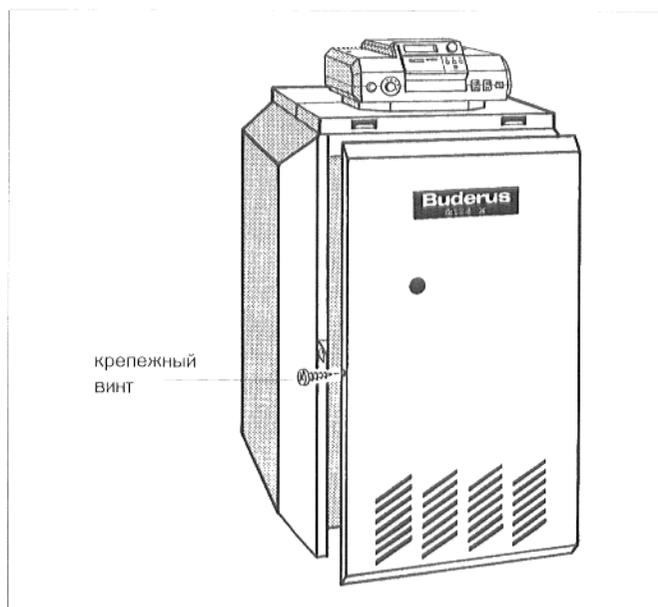

Рис. 37: монтаж передней стенки котла
- Ввинтить крепежные винты слева и справа в боковые стенки (рис. 37).